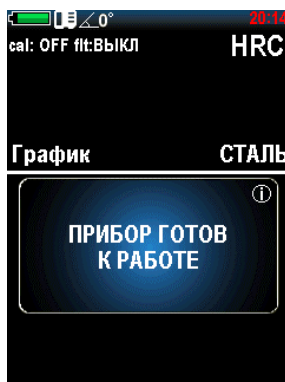

Рисунок 2.14 – Установка угла
-  » выбрать нужную шкалу (Роквелла С (HRC), Роквелла В (HRB), Бринелля (HB), Виккерса (HV), Роквелла В (HRB), Шора (HS), Либа (HL), измерения предела прочности (σ) на растяжение изделий из углеродистых сталей перлитного в соответствии с ГОСТ 22761-77 (МРА), пользовательскую (U1, U2, U3)).
8. Нажмите клавиши «» или «», чтобы установить угол измерения. Фиксированный угол отображается в верхней части дисплея (рис. 2.14). Угол 0 градусов соответствует вертикальному положению датчика, спусковой кнопкой вверх.